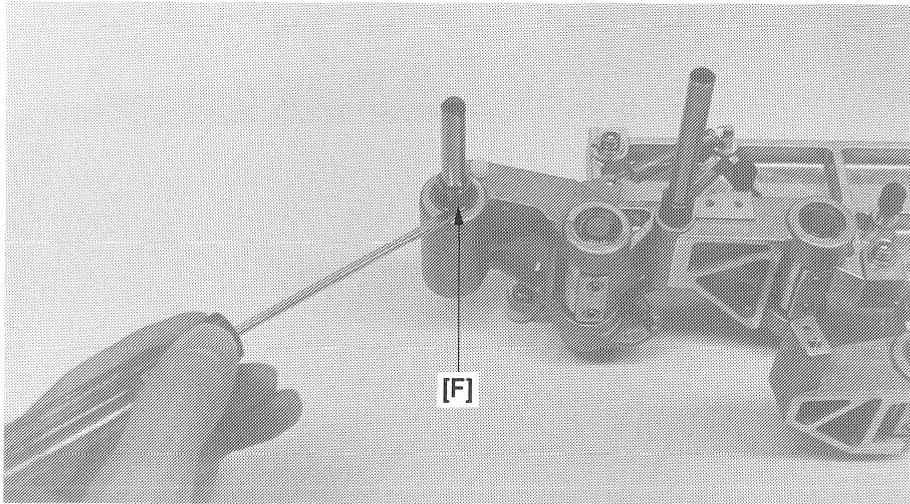

Fig. 49
10. Ist die richtige Rollenhöhe gefunden, sind die Distanzscheiben unter die Wellenschultern [F] zu montieren. (Fig. 49)